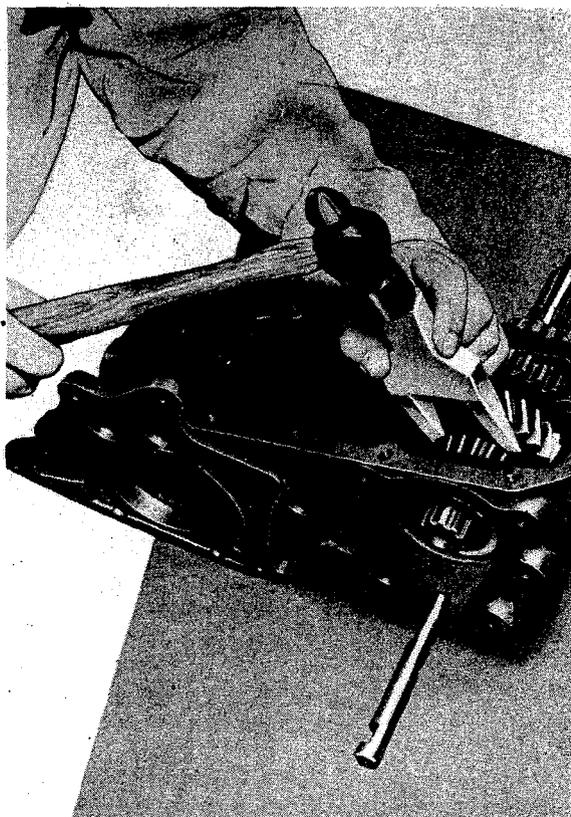

Fig. 153 Keil für Abtreiben des Lagerkonus
8. Schlage mit einem Hauthammer auf das vordere Ende der Welle, um das hintere Lager von Gehäuse zu trennen. Verwende Werkzeug V - 139, Fig. 153, um das Lager von der Welle wegzu-drücken. Lege Werkzeug W - 141 so auf das hintere Lager auf,